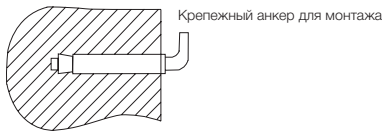

Рис. 4.
- После выбора места монтажа определите места под два крепежных болта с крючками (в зависимости от спецификаций выбранного изделия). Прорежьте в стене два отверстия необходимой глубины с помощью сверла размером, соответствующим размеру крепежных болтов, вставьте винты, поверните крюк вверх, плотно затяните гайки, а затем установите на него электрический водонагреватель (см. рис. 4).